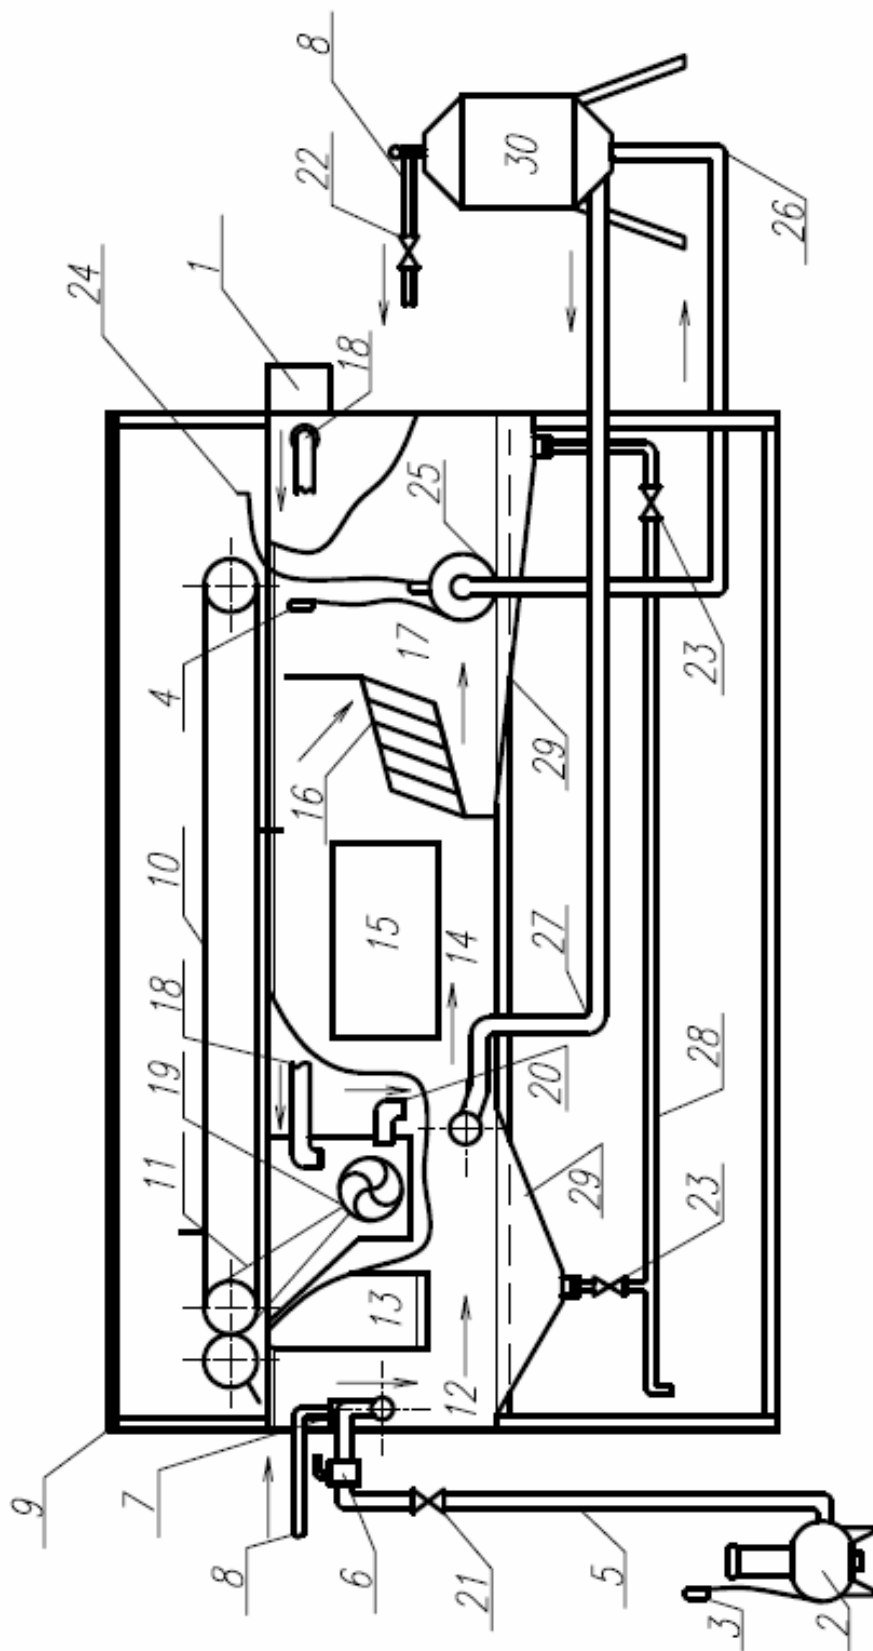

Рисунок 1 Флотатор ФЛГ – 2М
4. Устройство и принцип работы флотатора (см. Рисунок 1).
- 5.5. Подключение насосного агрегата через пульт управления (1) к сети ~380В должно осуществляться согласно требованиям технической эксплуатации электроустановок потребителем.
6. Подготовка к работе и порядок работы (см. Рисунок 1).